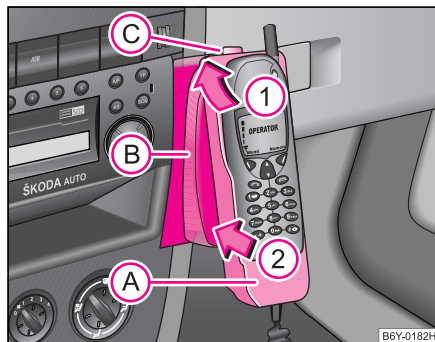

Fig. 98 Conexión telefónica universal
- Coloque el adaptador sin el teléfono en el soporte (B) primero en el sentido de la flecha (1) ⇒ fig. 98, hasta que el adaptador toque el tope. Presione ligeramente el adaptador en el sentido de la flecha (2), de modo que quede enclavado.
- Coloque el teléfono en el adaptador (A) (según las instrucciones del fabricante) y desconecte el encendido.